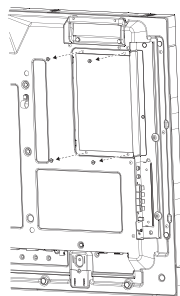

Figura 1
- Afloje los tornillos para extraer la cubierta acoplada de la ranura (**Figura 1**).